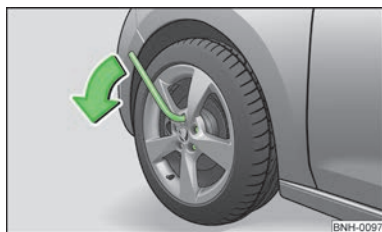

Fig. 112
- Prindeți cu mâna capătul cheii și rotiți șurubul cca. 1 rotație spre stânga » fig. 112.